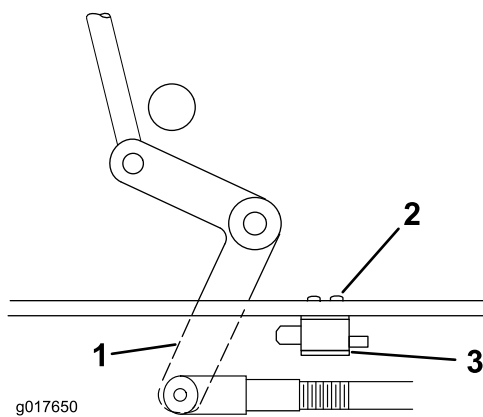

Figura 50
4. Si es necesario, ajuste el interruptor de seguridad de la cuchilla aflojando los pernos que sujetan el soporte del interruptor (Figura 50).
5. Mueva el soporte de montaje hasta que la palanca acodada oprima el émbolo 6 mm (1/4 pulgada); consulte Figura 50.